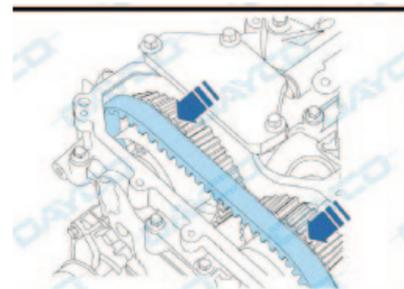

Fig. 1.10
- Haga desplazar la correa hacia la parte delantera del motor y retírela de las poleas (Fig. 1.10).